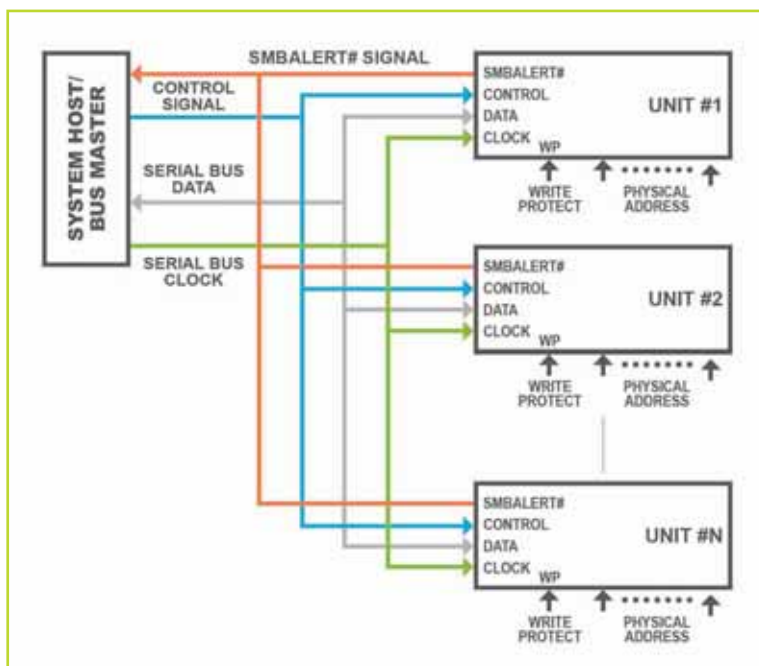

Fig. 2 - AVSBus assomiglia al bus seriale SPI ma prevede una connessione a 3 fili
Il Bus AVS non è basato sul bus I2C come PMBus, ma ricorda molto da vicino il bus seriale SPI. Essendo una connessione punto-punto, esso non prevede la linea Chp Select (CS). Ne risulta un collegamento a tre fili con una linea di clock e due linee di dati (Fig. 2). Il collegamento mediante PMBus attraverso il convertitore PoL permette di conoscere lo stato del sottosistema controllato mediante il bus AVS. Quest'ultimo rimanda i dati relativi allo stato ad ogni transazione che può indicare un allarme - dovuta ad esempio alla presenza di sovra-correnti o altri tipi di malfunzionamento - o una variazione di tensione